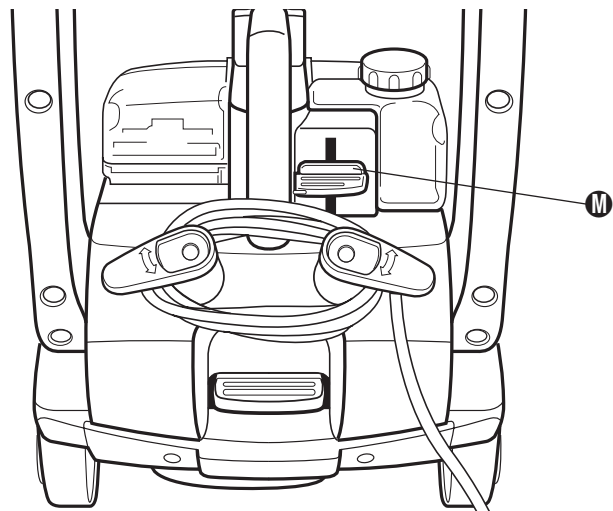

FIG. 3
Step 1: Adjust shampoo control **(N)**, from MAX = for heavy traffic areas to RINSE = clear water only (Fig. 3).
- Étape 1 :** Ajustez le réglage du shampooing **(N)** entre MAX pour les endroits particulièrement sales et RINSE - qui laisse sortir uniquement de l'eau propre (Fig. 3).
- Paso 1:** Ajuste el control del champú **(N)**, desde MAX = para áreas de mucho tránsito a RINSE (enjuague) = agua limpia únicamente (Fig. 3).